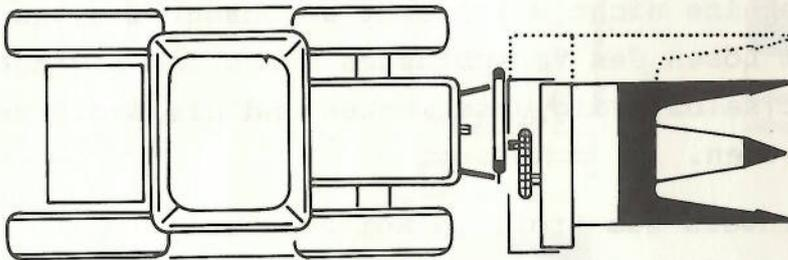

Abb. 1
Der Rahmen mit Dreipunktbock ist so gebaut, daß der Häcksler mechanisch oder hydraulisch nach links oder rechts verschoben werden kann (Siehe Abb. 1 und 2)
2.2.2 Beim Frontanbau ist ein Wendegerieße (siehe Abb. 1) zur Änderung der Zapfwelldrehvorrichtung notwendig. Es wird auf die Messerradwelle aufgesteckt, axial verschraubt und hat eine Verstellbarkeit von 15° zu 15° . Hierdurch kann auch bei ungünstig liegenden Zapfwellenanschlüssen eine annähernd gerade Gelenkwellenlage in Arbeitsstellung erreicht werden.